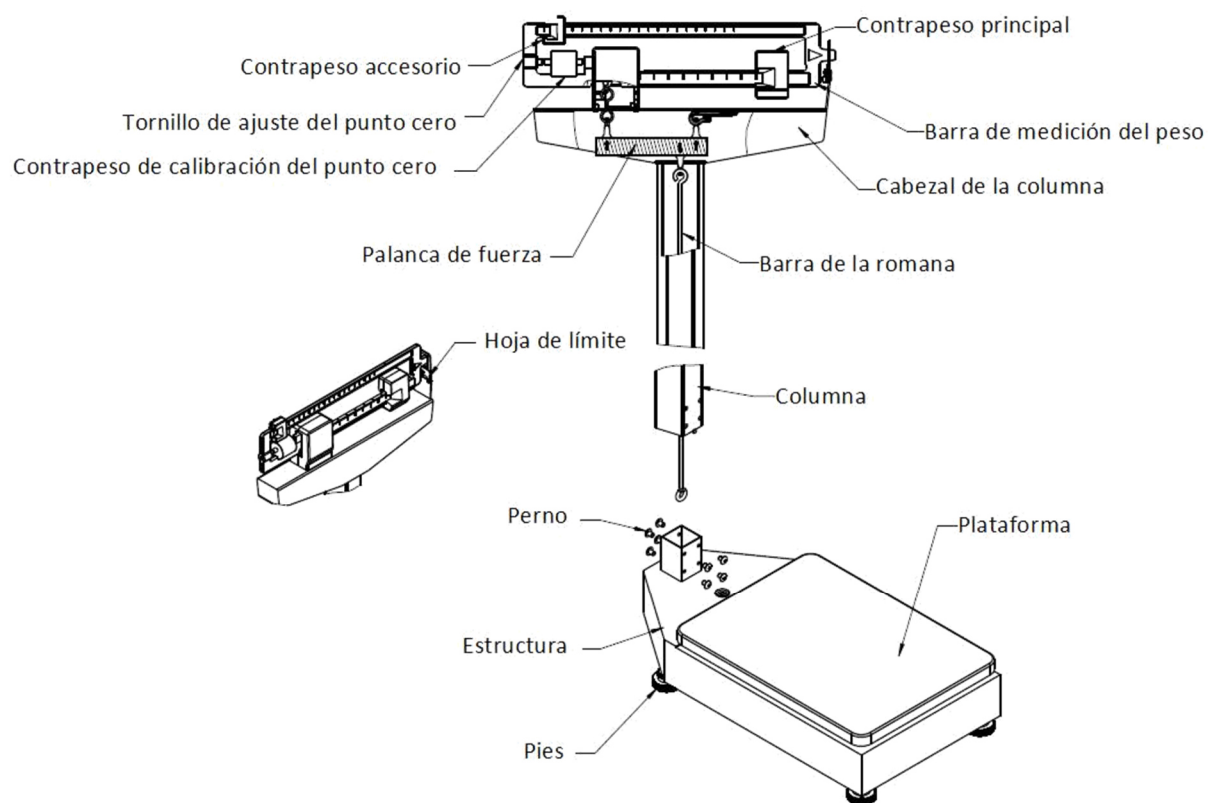

Fig. 3 - Montaje de la columna
- Gire el tornillo de ajuste cero (fig. 3) lentamente hacia la derecha o hacia la izquierda para colocar la barra en la posición de nivel exacta.